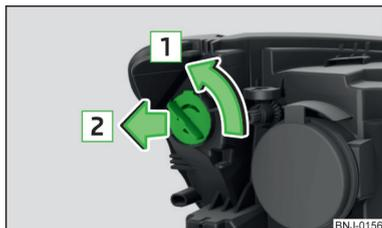

Abb. 188
- › Den Sockel mit der Glühlampe in Pfeilrichtung **1** drehen » Abb. 188.